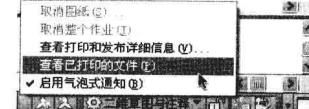

图 10-5-4
(7) 右击“打印信息”按钮~~■~~，在弹出的快捷菜单中选择“查看已打印的文件”命令，如图 10-5-4 所示。